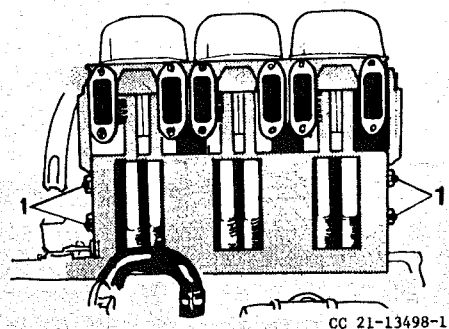

Abb. 21 Motor (rechte Seite)
- 5 Die Befestigungsschrauben (1) Abb. 21, herausdrehen und das Abluftblech entfernen.